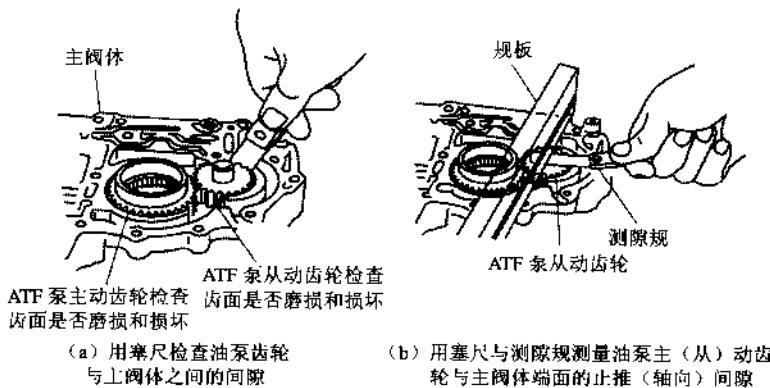

图 5.17 外齿轮啮合式油泵的检查
检查步骤如图 5.17 所示。
① 用塞尺检查油泵齿轮与主阀体之间的间隙，主动齿轮应为 0.105mm~0.1325mm，从动齿轮应为 0.035mm~0.0625mm，如图 5.17 (a) 所示。
② 用塞尺与测隙规测量油泵主（从）动齿轮与主阀体端面的止推（轴向）间隙，标准（新）为 0.03mm~0.05mm；寿命极限为 0.07mm。超过极限应更换磨损零件或总成，如图 5.17 (b) 所示。